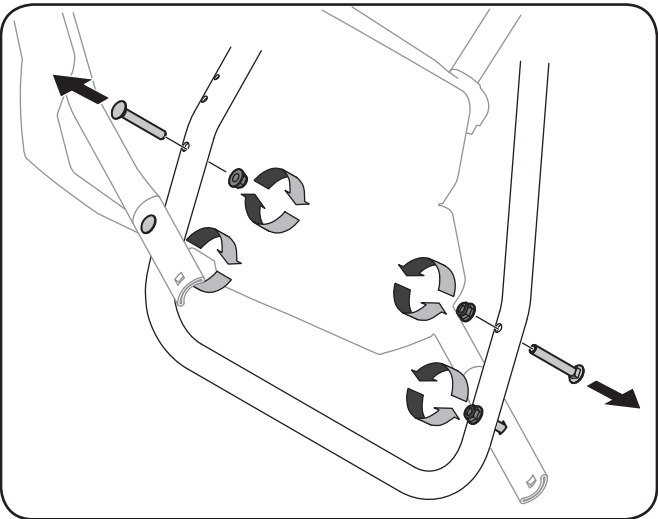

Figure 3-1
1. Desserrez les deux contre-écrous supérieurs qui fixent les poignées inférieur et supérieur. Retirez les deux vis de carrosserie de la poignée inférieure et mettez-les de côté comme illustré sur la Figure 3-1.
2. Placez le levier de vitesses dans la 6e position de marche avant. Voir la Figure 3-1.